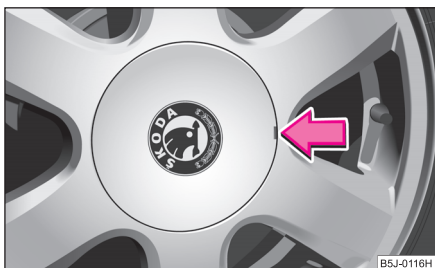

Fig. 170 Desprinderea ornamentelor
- Mișcați cu atenție ornamentul cu ajutorul cârligului ⇒ fig. 170. ■